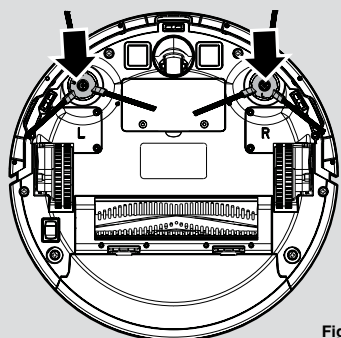

Fig. 3
6. Trykk de to roterende børstene merket med L og R inn i brakettene til de klikker på plass. Følg med på tildelingen av L (venstre) og R (høyre) på enheten og på børstene. **[Fig. 3]**